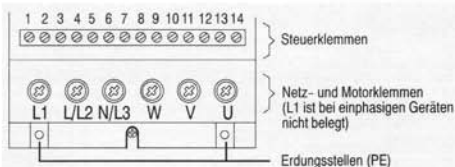

Bild 2: Netz- und Steuerungsklemmen
Die Netz- und Motorklemmen (siehe Bild 2) können gefährliche Spannungen führen, selbst wenn der Umrichter nicht funktionsfähig ist.
- (3) Für Steuerkreise sind geschirmte Leitungen zu verwenden. Die Leitungsenden sorgfältig abschließen und darauf achten, daß die Adern nicht ungeschirmt verlaufen.
- (4) Die Steuerleitungen sind von den Lastleitungen möglichst entfernt zu verlegen, unter Verwendung getrennter Leitungskanäle etc. Bei Leitungskreuzungen soll nach Möglichkeit ein Winkel von 90° hergestellt werden. Darüber hinaus ist sicherzustellen, daß die Netzeingangskabel von den Motorausgangskabeln getrennt gehalten werden.
- (5) Stellen Sie sicher, daß die Schütze in den Schränken entfällt sind, entweder durch RC-Beschaltungen im Fall von Wechselspannungsschützen oder durch 'Freilauf'-dioden bei Gleichstromschützen, wobei die **Entstörmittel an den Spulen anzubringen sind**. Varistoren für Überspannungsbegrenzung sind ebenfalls wirksam. Das ist insbesondere dann von Bedeutung, wenn die Schütze über das Relais am Umrichter gesteuert werden.
- (6) Für die Netzanschlüsse sind abgeschirmte oder bewehrte Kabel zu verwenden und die Abschirmung ist an den am Umrichter angebrachten Erdungspunkten (siehe Bild 2) zu erden.
- (7) Die niedrigste, noch mögliche Schaltfrequenz wählen. Dadurch wird die Intensität der vom Umrichter erzeugten elektromagnetischen Störungen herabgesetzt.